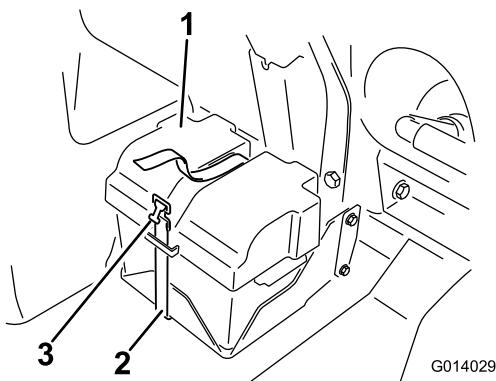
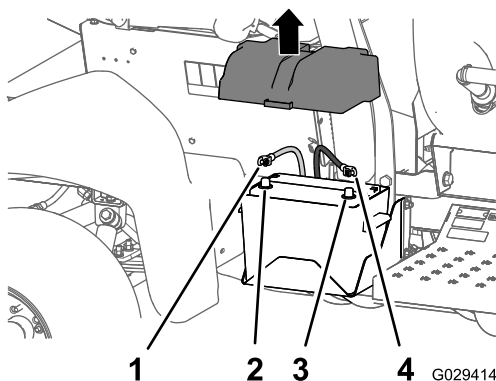

Figura 2
Figura 3
1. Retire la tapa de la batería y desconecte el cable negativo (negro – tierra) del borne de la batería (Figura 2) y (Figura 3).
2. Desconecte el cable positivo (rojo) del borne de la batería (Figura 3).